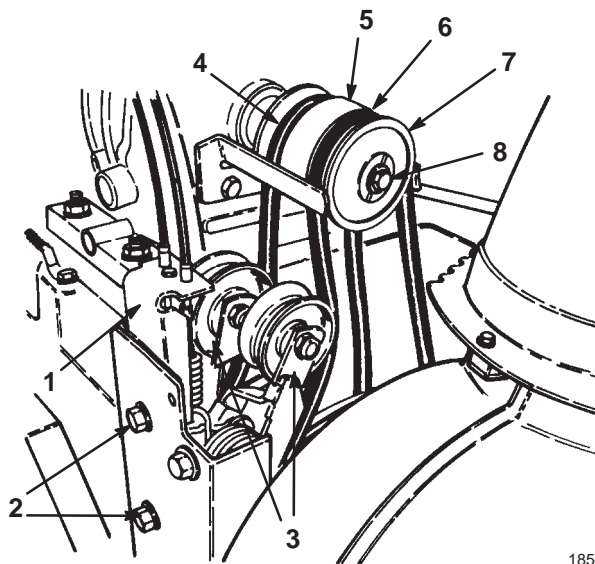

Figure 31
Si la courroie d'entraînement de tarière/roue hélice ou de transmission aux roues (Fig. 31) est usée, imbibée d'huile ou endommagée de quelque autre manière, remplacez-la par une courroie neuve.
5. Enlevez les deux boulons à embase qui fixent l'ensemble poulie folle au bâti du moteur et déposez l'ensemble poulie folle (Fig. 31).
6. Enlevez le boulon et la rondelle de blocage qui fixent la demi-poulie à gorge à l'avant de l'ensemble poulie (Fig. 31).
7. Déposez la demi-poulie à gorge et la courroie d'entraînement de tarière/roue hélice hors du vilebrequin et déposez la courroie (Fig. 31).
8. Si la courroie de transmission aux roues doit être remplacée, déposez la partie centrale de la poulie et la courroie du vilebrequin, puis déposez la courroie de la poulie (Fig. 31).
10. Si vous remplacez la courroie de transmission, installez-la autour de la transmission aux roues et de la poulie centrale, et glissez cette dernière sur le vilebrequin (Fig. 31).
11. Installez la courroie sur la poulie folle (Fig. 31).
12. Installez la courroie d'entraînement de tarière/roue hélice autour de la demi-poulie à gorge et glissez cette dernière sur le vilebrequin (Fig. 31).
14. Installez l'ensemble poulies folles sur le bâti du moteur et fixez-le avec les deux boulons à embase (Fig. 31).